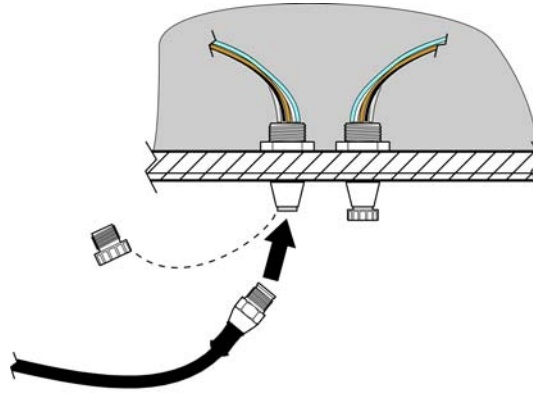

Figura 6 Collegare il sensore al controller con il raccordo a innesto rapido
1. Svitare il cappuccio di protezione sulla presa del controller (Figura 6). Conservare il cappuccio di protezione per richiudere l'apertura del connettore in caso di rimozione del sensore.